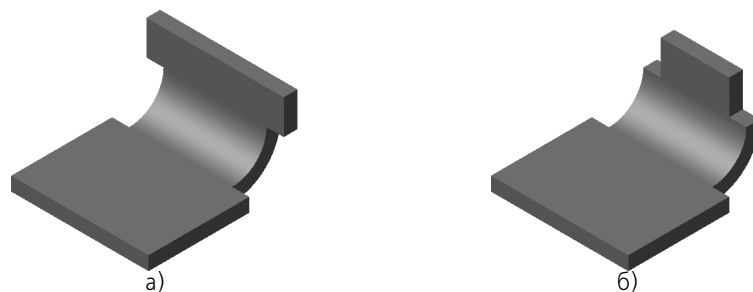

Рис. 94.14. Изменение ширины продолжения сгиба: а) увеличение, б) уменьшение
- ▼ изменение ширины продолжения сгиба (рис. 94.14),